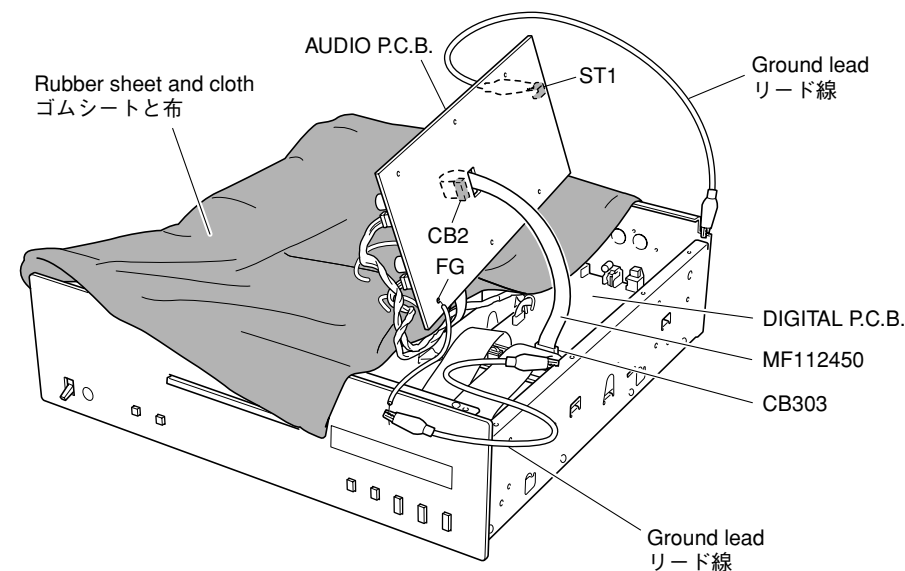

Fig. 6
- Put the rubber sheet and cloth over this unit. Then place the P.C.B.s upside down on the cloth and check it. (Fig. 6)
- In this unit, the ground of P.C.B.s shown below is connected to the rear panel and chassis. When these P.C.B.s are removed from the rear panel, connect the ground point to the rear panel or chassis, using a ground lead wire or the like. (Fig. 6)
- 本機の上にゴムシートと布を敷き、その上にP.C.B.を裏返しに置いてチェックします。(Fig. 6)
- 本機ではP.C.B.のアースがリアパネルおよびシャーシに接続されています。これらのP.C.B.をリアパネルより取り外した場合は、アース線等でアースポイントをリアパネルまたはシャーシに接続してください。(Fig. 6)